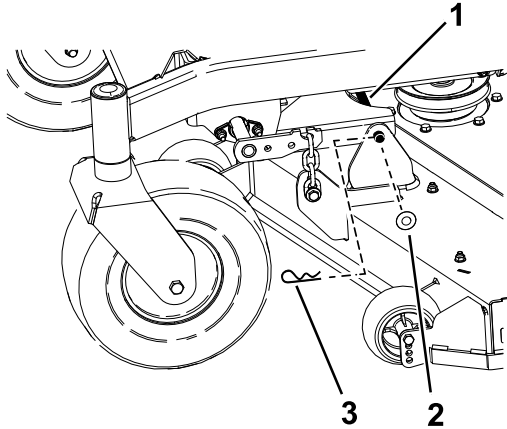

Figura 76
- Retire la chaveta y la arandela que sujetan el pasador de enganche al bastidor y a la carcasa; retire el pasador de enganche (Figura 76).
- Sujete el perno de enganche con las chavetas y las arandelas que retiró anteriormente (Figura 76).